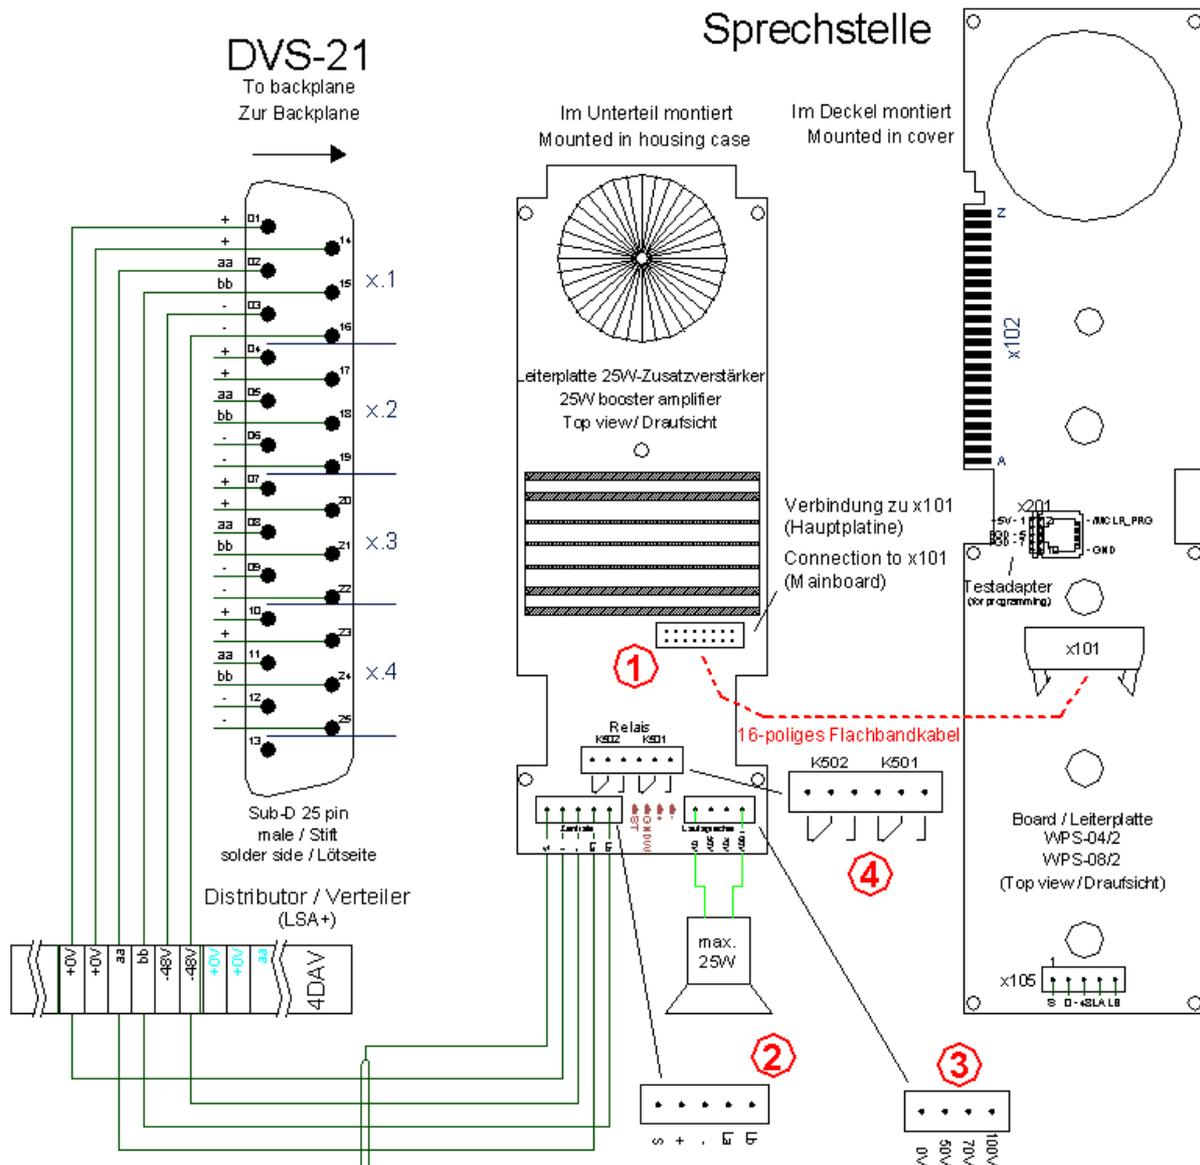

Abb. 03: Verdrahtungsschema
Üblicherweise werden die Ausgänge des DVS-21-Einschubs 4DAV auf LSA-Plus-Verteiler gelegt. Dort werden die von Ihnen gewählten Kabel aufgelegt und zur Sprechstelle weiter geführt. Abbildung *Abb. 03* zeigt das Verdrahtungsschema von der DVS-21 Backplane zur Sprechstelle.
Der 25W-Zusatzverstärker ist im Gehäuseunterteil und die Hauptplatine im Gehäusedeckel montiert. Beide Leiterplatten sind mit einem 16-poligen Flachbandkabel miteinander verbunden. Der Anschluss erfolgt am Stecker der Verstärkerleiterplatte **①**. Der passende Buchsenstecker steckt (Lieferzustand). Der elektrische Anschluss erfolgt über zwei DA. Abbildung *Abb. 03* zeigt ein typisches Anschlussbild.